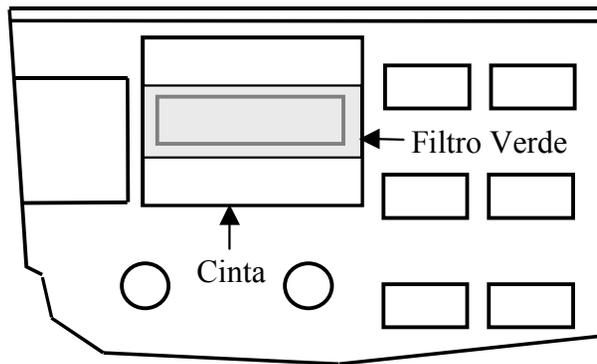

Figura 5-14
- ☐ Quite el papel de protección de la otra cara de cada cinta y sitúe el componente filtro/cinta con la parte adhesiva hacia abajo y fíjelo, centrándolo cuidadosamente sobre la parte interna del hueco para la barra gráfica de LED (Figura 5-14).